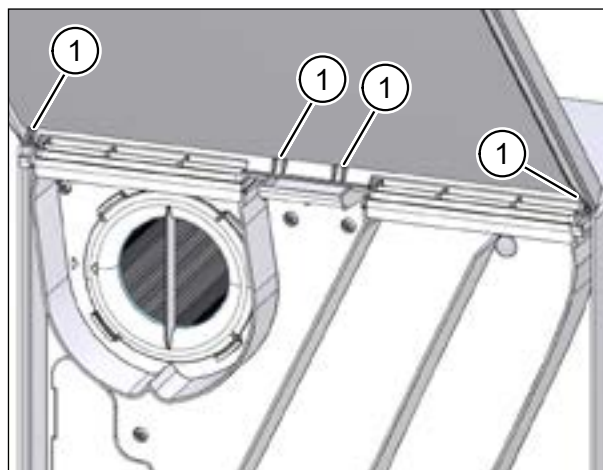

Рис. 51: установить крышку на вентустановку
- ▶ Вставьте выступы (поз. 1 на рис. 51) крышки установки в отверстия на верхней части вентустановки.